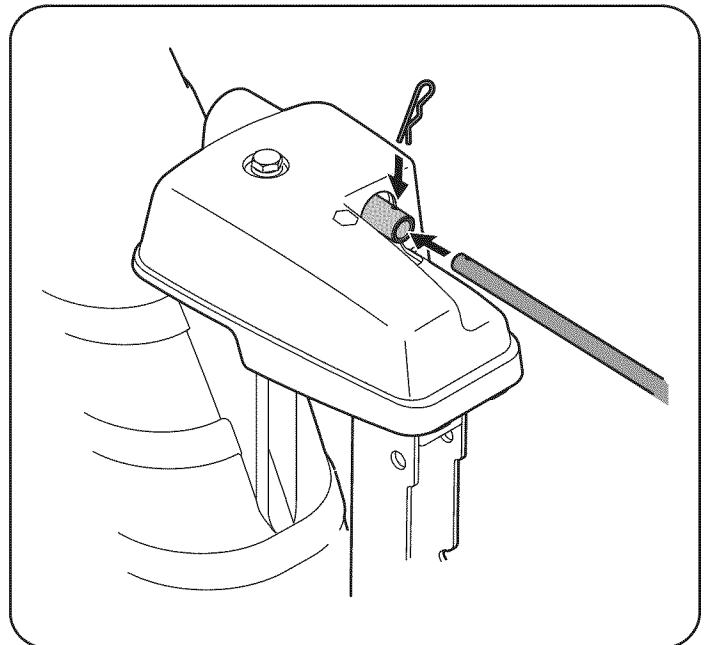

Figura 7
9. Inserte el control direccional del canal en la parte posterior de la cabeza del control del canal. Asegurar el control direccional del canal a la cabeza con el control del canal el broche de horquilla quitó antes. Ver la Figura 7.